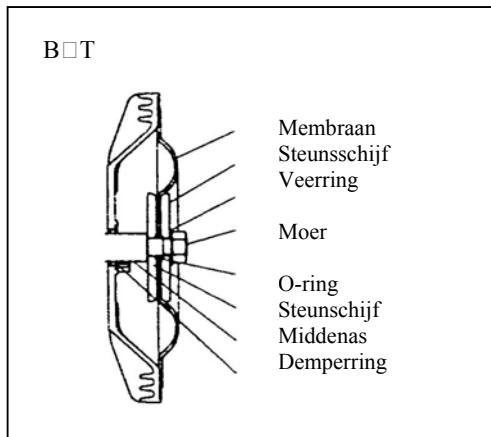

Fig. 5.12
- De middenas in het middenstuk invoeren met een druppeltje olie. De membranen met de gewelfde kant naar buiten monteren (Fig. 5.12).
- Voeg de O-ringen aan beide kanten van de membranen (Fig. 5.12).